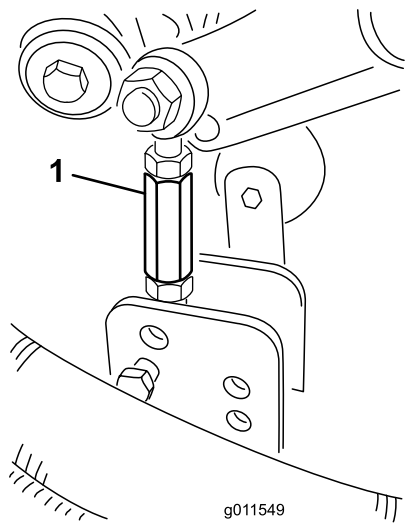
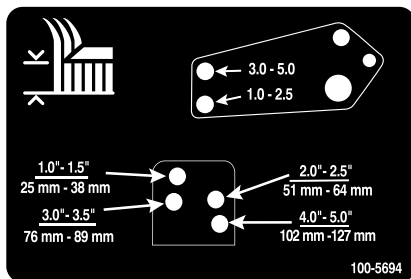

Bild 24
Bild 25
8. Entfernen Sie die Splints und Lastösenbolzen, mit denen die Stoßdämpferverbindungen an den Mähwerkbügeln befestigt sind (Bild 24). Fluchten Sie die Stoßdämpferverbindungs Löcher mit den ausgewählten Löchern im Schnitthöheninstellbügel am Mähwerkrahmen ab (Bild 25), stecken die Lastösenbolzen ein und bringen die Splinte an.